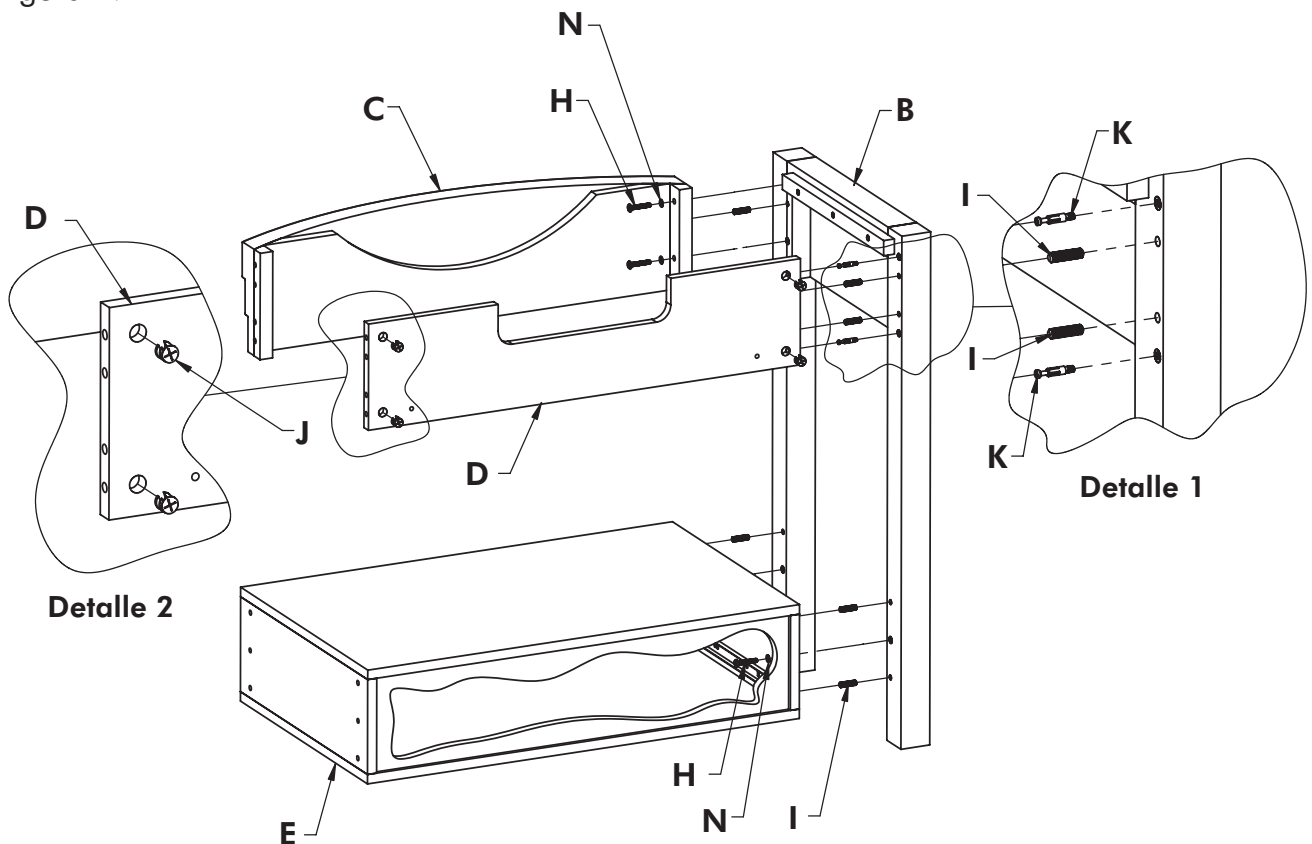

Figura 1
- o Atornille los **pernos para bloqueadores de palanca (K)** en el **ensamblado de la pata izquierda (B)**.
- o Inserte las **espigas de madera (I)** en el **ensamblado de la pata izquierda**.
- o Inserte los **bloqueadores de palanca (J)** en el **panel trasero (D)**.
- o Sujete el **ensamblado del panel frontal (C)**, el **panel lateral (D)** y el **ensamblado del cajón (E)** al **ensamblado de la pata izquierda (B)**.
- o Ajuste los **bloqueadores de palanca (J)** a los **pernos de los bloqueadores de palanca (K)**.
- o Los **tornillos de unión (H)** y las **arandelas (N)** se deben insertar durante este paso.
- o Vea la figura 1.